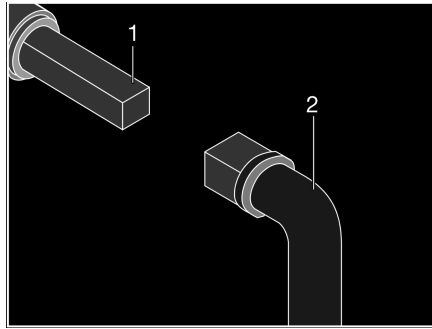

Fig. 216 Manejo del grifo para la eliminación de aguas residuales
- Insertar la llave (Fig. 216,2) en el cuadrado (Fig. 216,1).